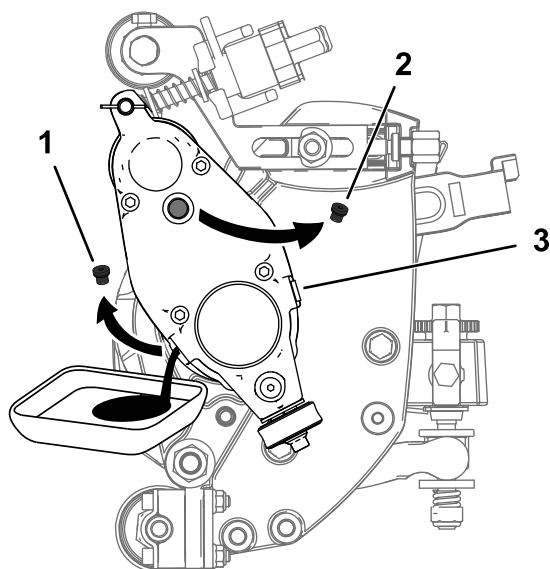

Figura 30
5. Inclinate l'apparato di taglio verticalmente fino a quando il foro di spurgo non si trova nella parte inferiore, per garantire uno spurgo completo (Figura 30).